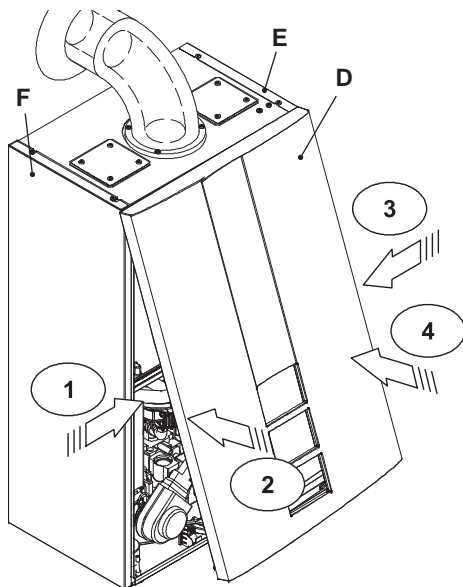

Figura 9.4
- Premere la molla verso l'interno e contemporaneamente spingere il pannello frontale D fino al suo completo aggancio (Figura 9.4) sequenza 1-2.
- Ripetere la stessa sequenza sul lato opposto del pannello frontale D, (Figura 9.4) sequenza 3-4.